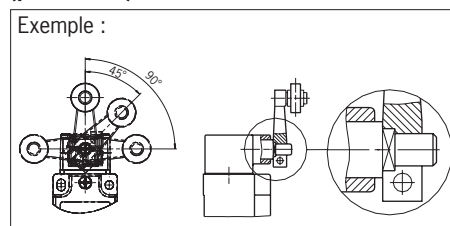

Figure 2 : Déplacement vertical de l'actionneur
- ▶ L'actionneur (levier à galet) doit être fixé de façon permanente à l'axe interne. L'empreinte multiple de l'actionneur et celle de l'axe interne doivent s'emboîter l'une dans l'autre (voir Figure 2).